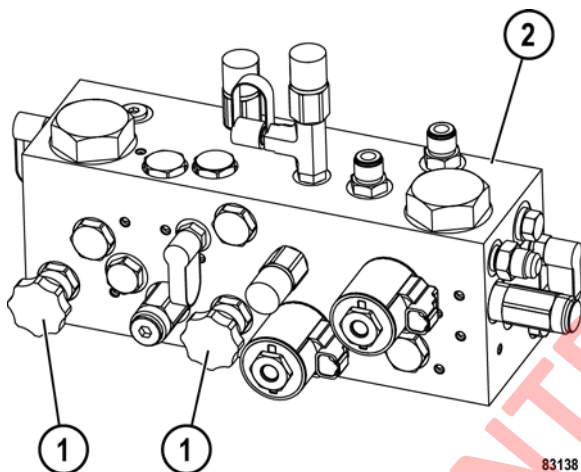

FIGURA 10-8. MÚLTIPLE DE FRENO
17. Asegúrese de que ambas válvulas de purga del acumulador de freno (1, Figura 10-8) estén abiertas.
28. Cierre ambas válvulas de purga del acumulador de freno (1, Figura 10-8).
31. Si los resultados del paso 30-b son satisfactorios, abra ambas válvulas de purga del acumulador de freno (1, Figura 10-8) en el múltiple de freno para despresurizar por completo los acumuladores de freno. Después de liberar toda la presión hidráulica, cierre ambas válvulas de purga del acumulador. Repita los pasos 29 a 31 cinco veces.